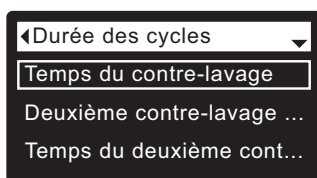

FIG. 75
5. Appuyez sur le sélecteur (O) pour afficher le menu de la durée des cycles (cf. Figure 75).
9. Appuyez sur le sélecteur (O) : l'afficheur revient au menu de la durée des cycles (cf. Figure 75).